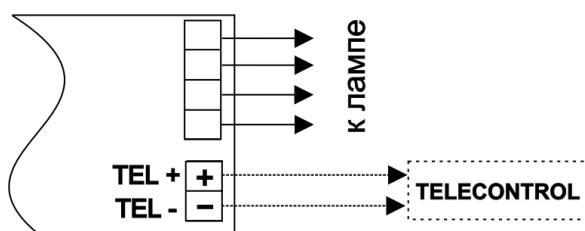

Рис.3
- Устройство TELECONTROL подключается непосредственно к клеммам расположенным на плате. При подключении необходимо соблюдать полярность, сечение провода 0,5-1,0 мм2 (см. рис.3).